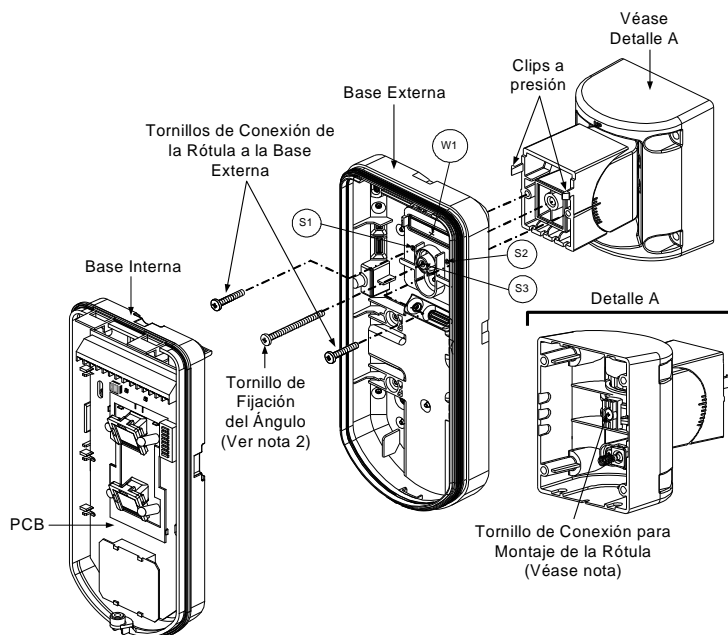

Figura 7
- Conectar la base externa del detector al soporte con rótula giratoria mediante los correspondientes clips (Figura 7).
9. Fijar la base externa del detector al soporte con rótula giratoria mediante los 2 tornillos de los orificios pre-marcados S1 y S2 (Figura 7).
10. Insertar en el soporte con rótula el tornillo de fijación en ángulo, que se suministra con el detector, haciéndolo pasar por el orificio pre-marcado S3 (Figura 7).